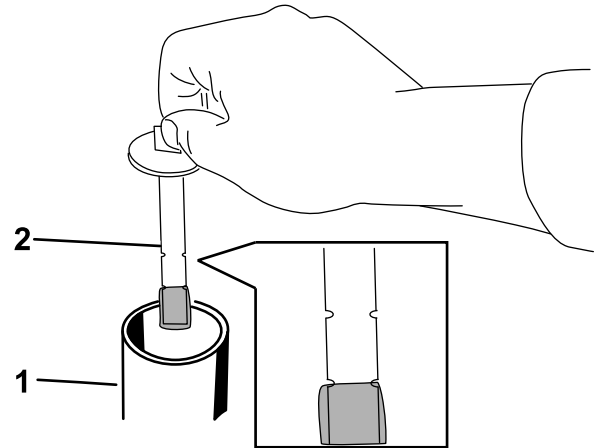

Figure 79
5. Enlevez le bouchon et la jauge du réservoir hydraulique (Figure 79).